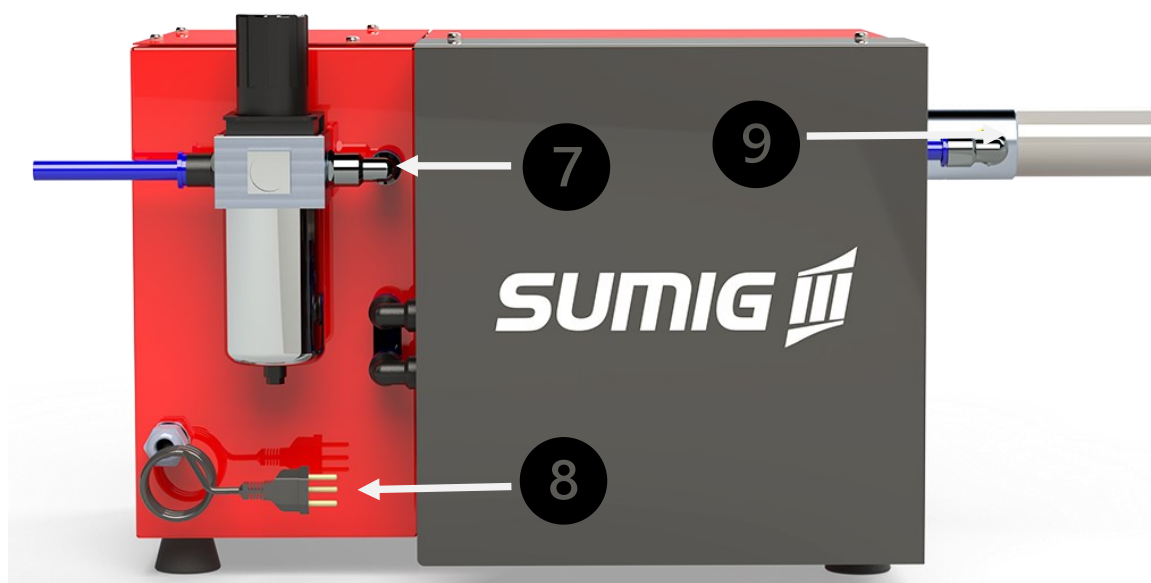

Figura 3
2. Conecte a mangueira pneumática responsável pela entrada de ar comprimido ao engate rápido do regulador de pressão do Storm One (*posição 7, figura 3*). O diâmetro recomendado da mangueira pneumática é de **14mm; certifique-se de NÃO utilizar mangueiras com diâmetros menores**. Recomenda-se também a instalação de um registro pneumático entre a rede de ar comprimido e o equipamento, para obter mais segurança.
3. Conecte a mangueira de exaustão fornecida com o equipamento à tocha de solda. Em seguida, conecte a outra extremidade da mangueira de exaustão à sua respectiva conexão no Storm One (*posição 9, figura 3*). Evite exceder 2 metros de mangueira entre as conexões, pois isso pode resultar na redução de vazão e aspiração.